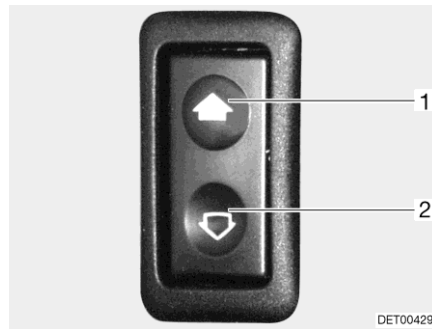

Bild 35 Reglage för elmanövrerad fönsterhiss
- Öppna: ■ Tryck nedtill (Bild 35,2) på kontakten.
- Stänga: ■ Tryck upptill (Bild 35,1) på kontakten.